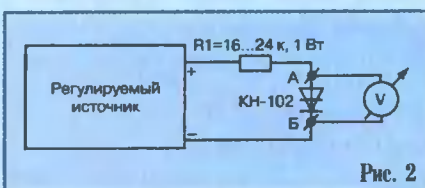
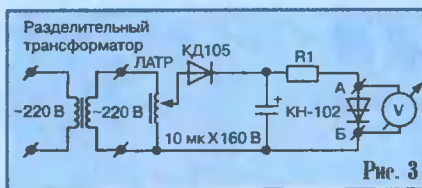

Рис. 2
Рис. 3
Вследствие большого разброса параметра  $U_d$  рекомендуется измерять его фактическое значение по одной из схем, приведенных на рис. 2 и рис. 3. Предпочтительно использование источника с регулируемой выходного напряжения от 0 до 160 В (см. рис. 2). При отсутствии последнего собирают схему по рис. 3. Плавно увеличивая выходное напряжение, следят за показаниями вольтметра. Как только напряжение источника превысит пороговое напряжение диодистора, последний откроется и напряжение на нем резко упадет.
Проверка собранной платы и, при необходимости, подрегулировка порога срабатывания производится по схеме рис. 2 или рис. 3, с заменой  $R_1$  на резистор 1...2 кОм, 15 Вт. Проверяемая плата подключается к точкам А и Б.
• измерение фактического значения  $U_d$  по схеме рис. 3 дало величину 90 В;